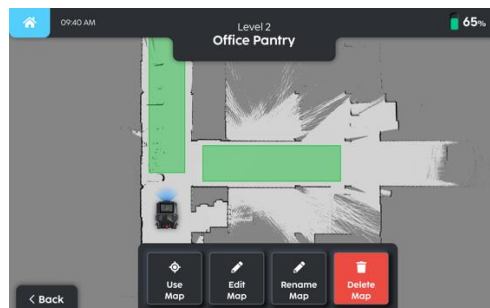

Fig. 3
3. Selecteer de optie 'use map (kaart gebruiken)' om de kaart te wijzigen (fig. 3).